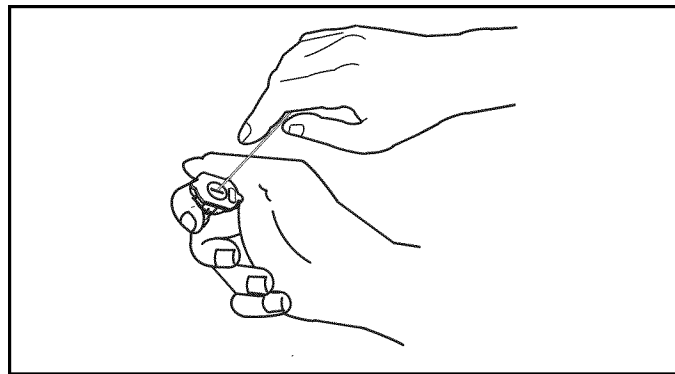

Figura 6-3. Liberación de materiales extraños
4. Use un clip para papeles pequeño para liberar cualquier material extraño que obstruya o restrinja la boquilla (Figura 6-3).